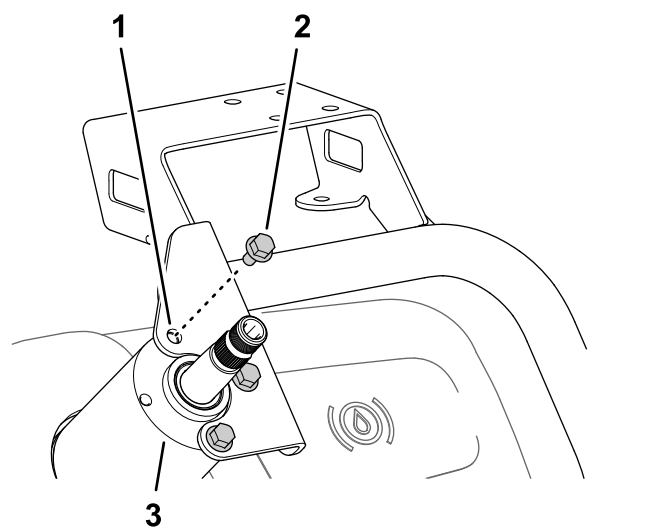

Figura 160
2. Monte el soporte del monitor en el alojamiento de la válvula de dirección (Figura 160) con los 3 pernos con arandela prensada (6 mm x 12 mm).